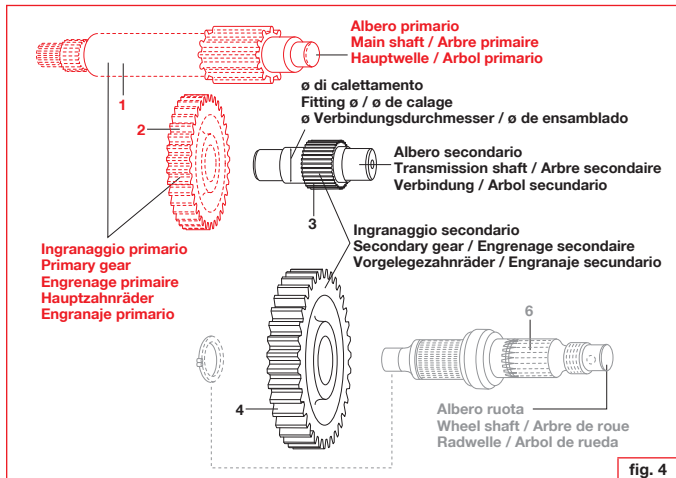

fig. 4
Sbloccare gli ingranaggi 2 e 3 **fig. 4** servendosi di una bussola con l'ausilio di una pressa o di una morsa robusta e rimontare il nuovo ingranaggio usando lo stesso sistema all'inverso. **(6714530 e 6714748 ESCLUSI)**
- In alcuni casi la ruota dentata finale 4 **fig. 4** viene montata sull'asse ruota 6 **fig. 4** piantandola con interferenza. In questo caso bisogna smontare la ruota posteriore dello
Free the gears 2 and 3 **fig. 4** using a bushing together with a press or a resistant vice and assemble the gear with the same but inverse proceeding. **(EXCEPT 6714530 and 6714748)**
- In some cases, the final gear-wheel 4 **fig. 4** is installed on the axis of gear-wheel 6 **fig. 4**, secured with resistance. In this case, remove the scooter rear wheel, withdraw the wheel
Débloquer les engranages 2 et 3 **fig. 4** à l'aide d'une douille et d'une presse ou d'un étai solide, et remonter le nouvel engrenage en utilisant le même système en sens inverse. **(6714530 et 6714748 EXCLUS)**
- Dans certains cas, la roue dentée finale 4, **fig. 4**, est montée sur l'axe de la roue 6, **fig. 4**, plantée avec interférence. Dans ce cas, il faut démonter la roue arrière du scooter, retirer
Die Zahnräder 2 und 3 **fig. 4** mit einer Buchse unter Zuhilfenahme einer Presse oder eines robusten Schraubstocks entlocken und die neuen Zahnräder in umgekehrter Reihenfolge wieder einbauen. **(AUSGENOMMEN 6714530 und 6714748)**
- In einigen Fällen wird das Endzahnrad 4 **fig. 4** mit Übermaß auf die Radachse 6 **fig. 4**
Desbloquear los engranajes 2 y 3 **fig. 4** usando un casquillo con el auxilio de una prensa o de una morsa robusta y remontar el nuevo engranaje usando el mismo sistema al contrario. **(ESCLUIDOS 6714530 y 6714748)**
- En algunos casos la rueda dentada final 4 **fig. 4** viene montada sobre el eje ruota 6 **fig. 4**